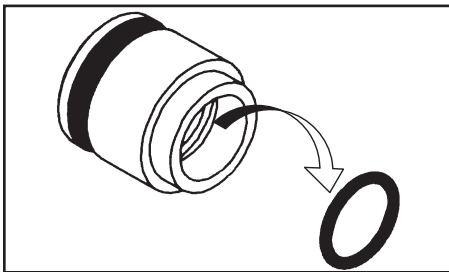

Figura 23
- Extraiga la empaquetadura del cojinete de la garganta (consulte la Figura 23).